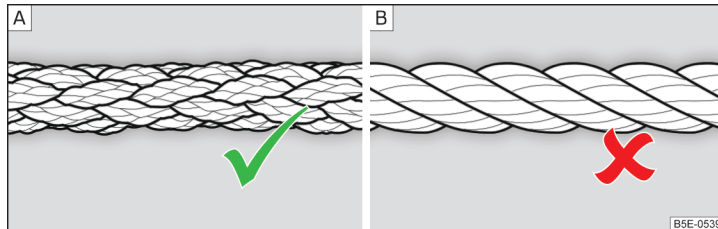

Fig. 148 Cablul de tractare împletit/cablul de tractare înfășurat
Pentru tractare trebuie utilizat un cablu de tractare împletit » fig. 148 - A.
- La tractare nu utilizați cablu de tractare înfășurat » fig. 148 - [B], cârligul de tractare s-ar putea desface la autovehicul - există pericol de accident.